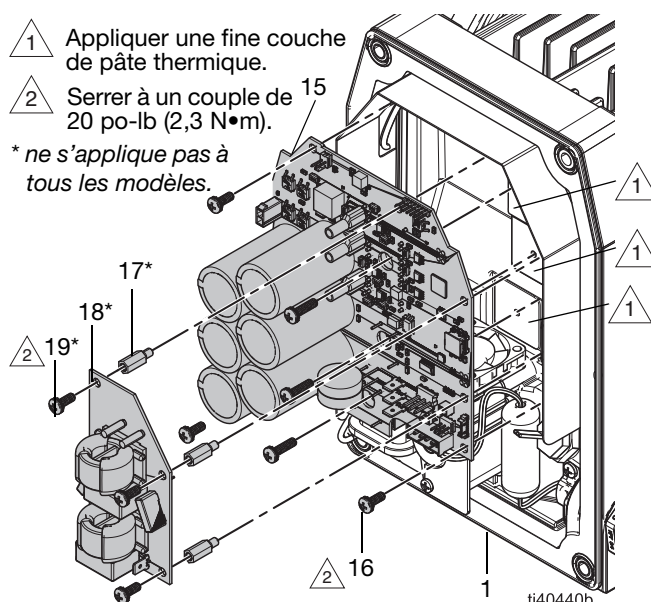

FIG. 16 : Carte de commande et carte du filtre
2. Si nécessaire, appliquer une fine couche de pâte thermique aux endroits indiqués sur FIG. 16.
3. Tenir les fils à l'écart du boîtier du stator (1) et insérer la carte de commande (15) dans le boîtier du stator.
4. Maintenir la carte de commande (15) en place. En même temps, installer les fixations de la carte de commande (16). Serrer à un couple de 20 po-lb (2,3 N•m).
5. Le cas échéant, installer les entretoises (17), la carte du filtre (18) et les fixations (19). Serrer fermement les fixations (19).
6. Le cas échéant, connecter le câble marron d'alimentation de la carte du filtre (18) à L1 et le câble bleu à L2 sur la carte de commande. Voir **Schémas électriques**, page 44.
7. Connecter tous les fils à la carte de commande (15) et à la carte du filtre (18, le cas échéant). Voir **Schémas électriques**, page 44.